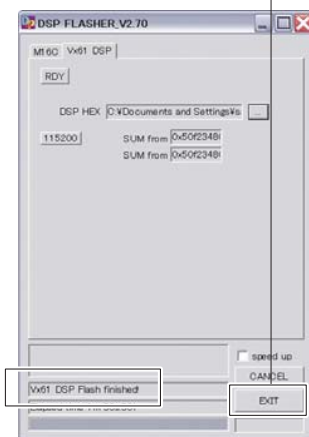

Fig. 8
7. Click [EXIT] to end DSP_FLASHER_v2.7.exe. (Fig. 8)
7. [EXIT] をクリックして DSP_FLASHER_v2.7.exe を終了します。(Fig. 8)